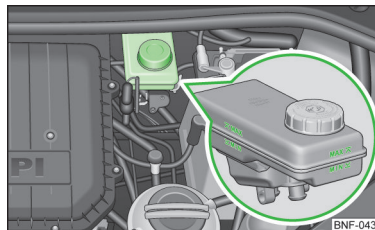

Bild 102
Bromsvätskebehållaren är placerad i motorrummet » bild 102 på sidan 108.
- Om vätskenivån har sjunkit under "MIN"-markeringen » bild 102 på sidan 108, **!** ska du inte köra vidare - olycksrisk! Kontakta en fackverkstad.
➤ Kontrollera bromsvätskenivån i behållaren » bild 102.